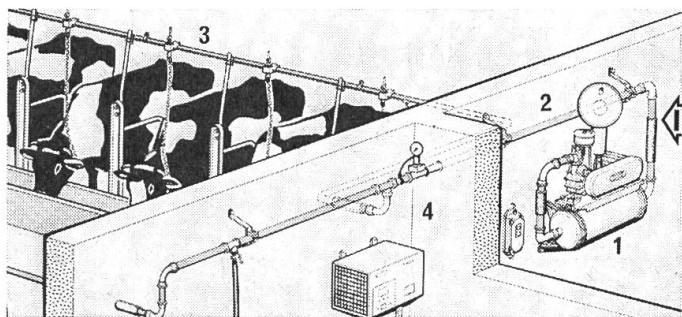

Abb. 2:
3. Schlauchende in die Vakuumleitung der Melkanlage einbauen (z. B. Leitungsende, Entwässeungsventil usw.) (Abb. 2, I). Alle Verbindungen auf der Saugseite der Pumpe müssen dicht sein.